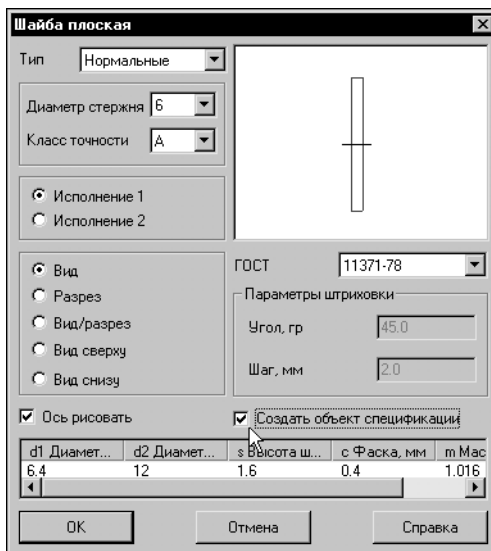

Рис. 57.29. Задание параметров элемента
6. В появившемся диалоге **Шайба плоская** выберите из раскрывающегося списка **Диаметр стержня** значение **6**, включите опцию **Создать объект спецификации** и нажмите кнопку **ОК** (рис. 57.29).